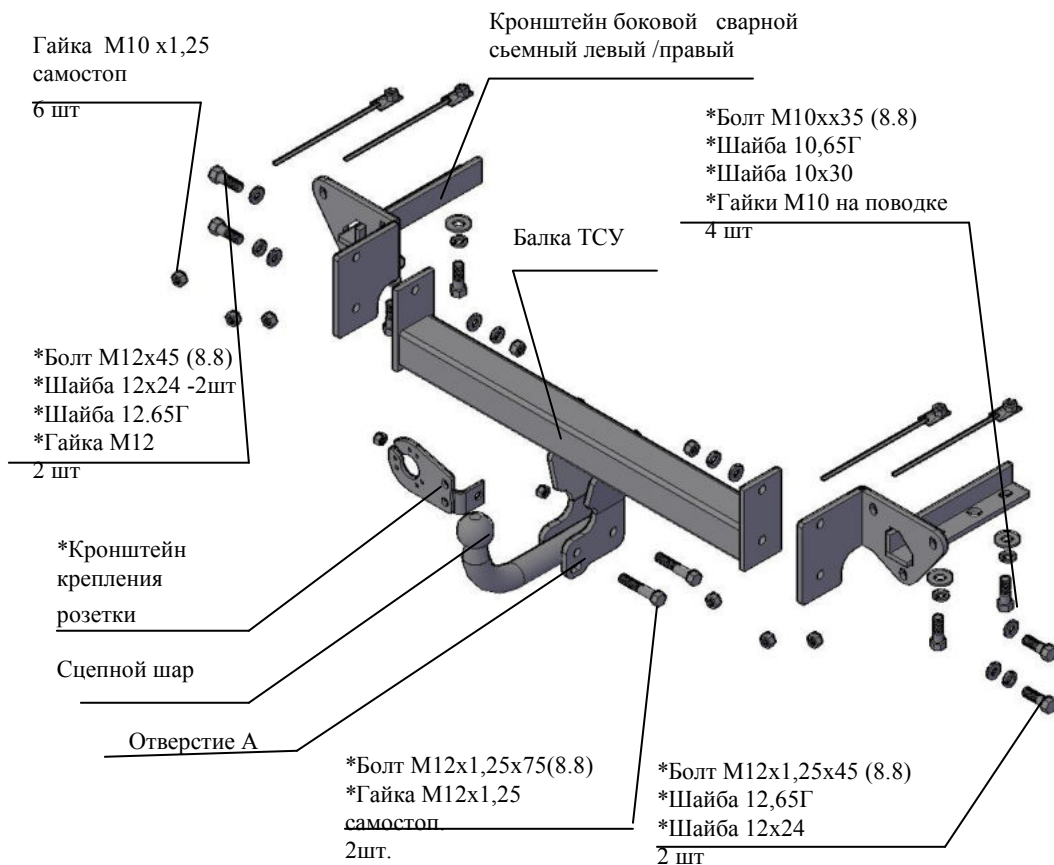

Рис.1 Тягово-цепное устройство 8500 .
| 2.1 ТСУ 8500. в сборе (рис.1)                         | 1 шт. |
| 2.2 Пакет с комплектующими (см. рис.1)                | 1 шт. |
4.2 Установить боковые сварные съемные кронштейны в лонжероны а/м (правый и левый соответственно рис.1), закрепить болтами М10х35, подложив под головки болтов шайбы 10.65Г и шайбы 10х30, используя гайки М10 на поводках, а к фартуку а/м закрепить гайками М10х1,25 самостоп, используя болты штатные. Крепеж не затягивать.